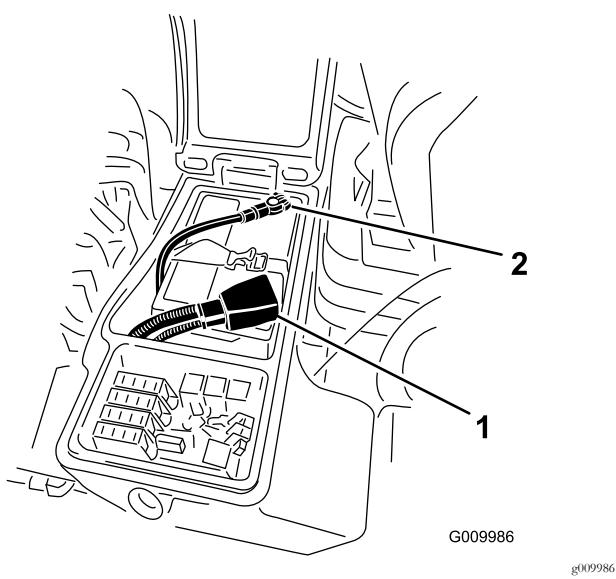

Figura 50
- Collegate il cavo positivo (rosso) al morsetto positivo (+) e il cavo negativo (nero) al morsetto negativo (-) della batteria (Figura 50).